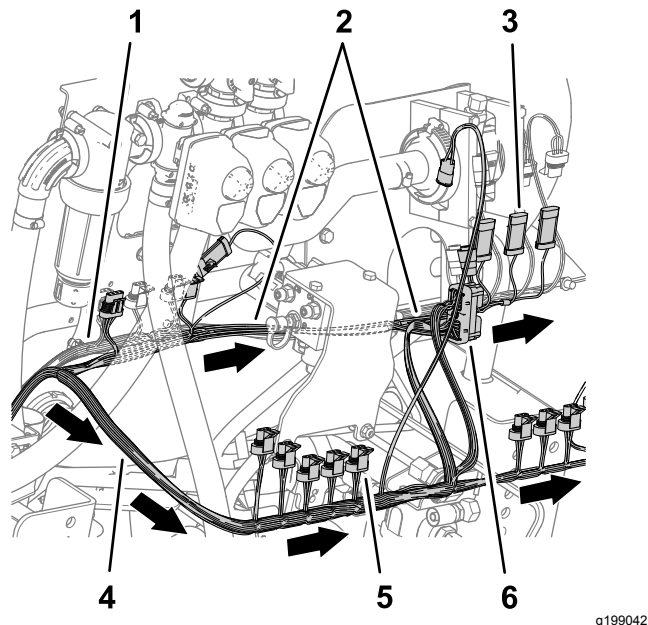

图85
7. 如图85所示在机器背面将89cm线束支管从提升歧管前面布置到流量计右侧。
8. 如图85所示将102cm线束支管从提升歧管后面布置到右侧。